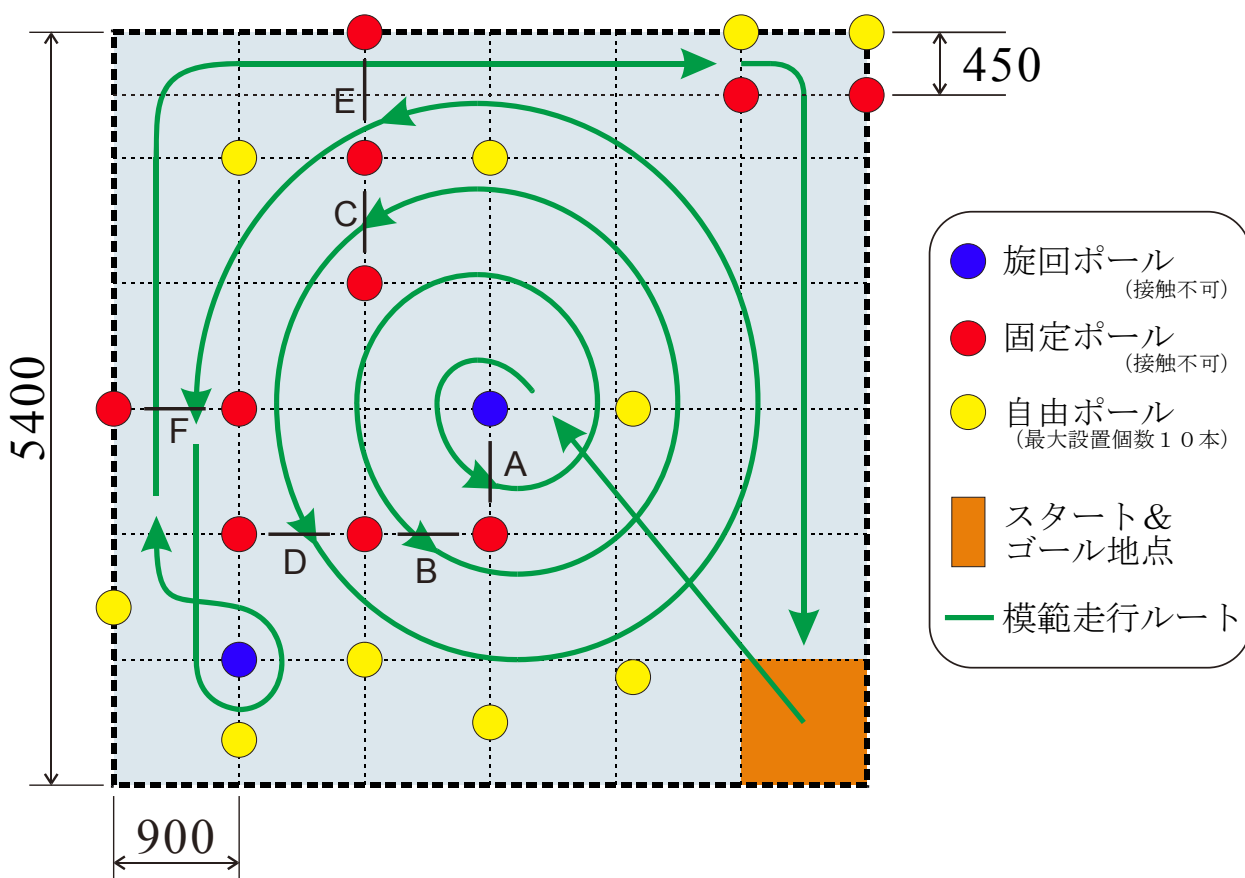

図 1 2015 年度 RCR 走行コース
競技場の全体図を図 1 に示し、以下に詳細を示す。
- 【3】 ロボカーが旋回中に指定された固定ポール間（図1のA,B,C,D,E,F）を逸脱、もしくは順序を違えた場合には1カ所につき10秒を走行時間に加える。